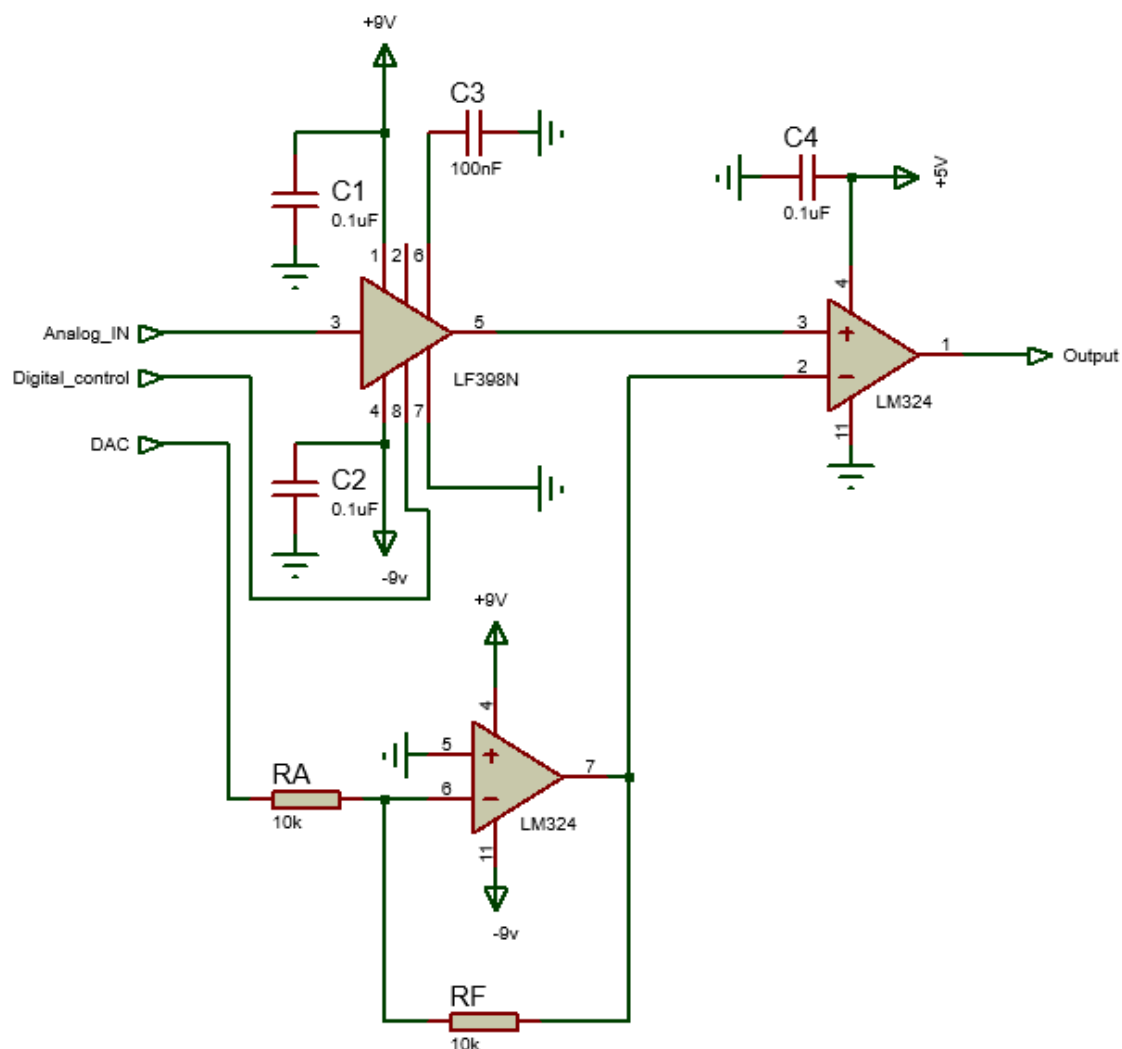

Figura 3. Parte analógica do conversor A/D a ser montado.
A parte analógica do conversor A/D pode ser vista na Figura 3 a seguir.
Deve ser gerado um sinal de controle (*Digital Control*, ver Figura 3) para amostrar e depois segurar o sinal na entrada inversora do comparador. Deve-se consultar o *Datacheet* do LF 398 para ver situação de amostrar e segurar o sinal. Deve-se iniciar a conversão de um sinal após o sinal V_{sh} estar contínuo (seguro). Daí, seguir a sequência descrita no item 3 para concluir a conversão do sinal e armazená-lo em memória do microcontrolador Arduino Uno. A sequência deve ser tal a amostrar todo o sinal de interesse.